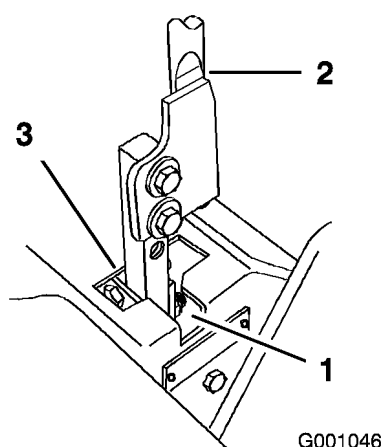

Figure 49
5. Placez le levier au point mort, sans le verrouiller (Figure 49).
7. Vérifiez la position du levier par rapport au cran de la console (Figure 49). Il doit être centré de façon à pouvoir pivoter vers l'extérieur jusqu'à la position de verrouillage du point mort.